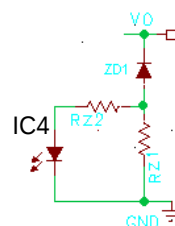

Figure 1-7. Secondary OVP circuit
2. 如 Fig. 1-7 所示, ZD1=13.2V, RZ1=150 ohm, RZ2=1K, IC4=LTV817C. 之保護模式為 Auto recovery 方式.